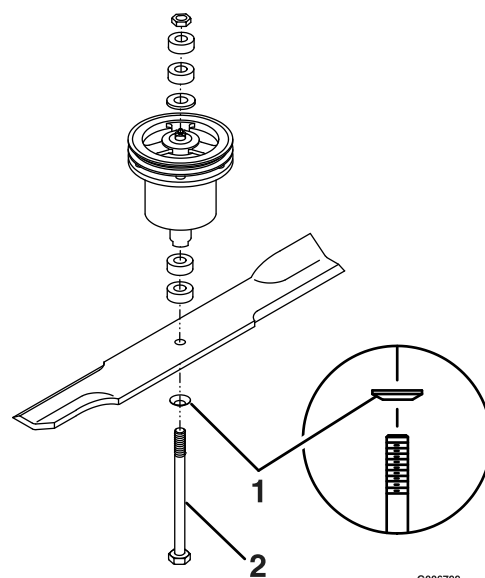

Figure 12
10. Serrez le boulon à un couple de 102 à 109 N·m (75 à 80 pi-lb) (voir Figure 12).
Tabliers de 122 cm (48 po) : s'il n'est plus possible de régler le tendeur et que la courroie est encore détendue, il faut alors repositionner la poulie de tension arrière dans le trou avant (voir la Figure 12). Le guide-courroie situé près de la poulie doit aussi être repositionné dans le trou avant lorsque la poulie est déplacée. Le tendeur devra être réajusté.